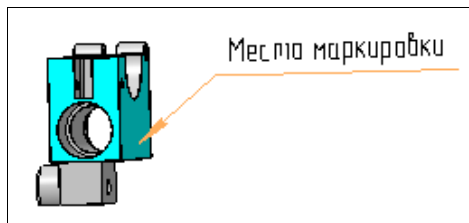

Рис. 29.21. Вариант простановки линии-выноски на модели **Захват**
- ◆ нажмите кнопку **Создать объект**. Система ввела линию-выноску. В Дереве модели появился новый элемент **Линия-выноска**. Вариант построения линии-выноски показан на рис. 29.21.